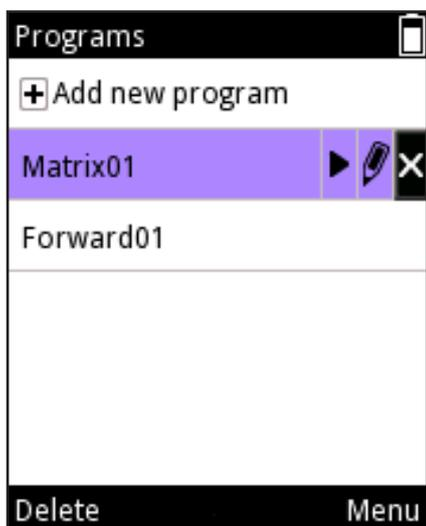

图 D39.
3. 使用 , 高亮显示 图标并按下 (Delete (删除)) (图 D39)。